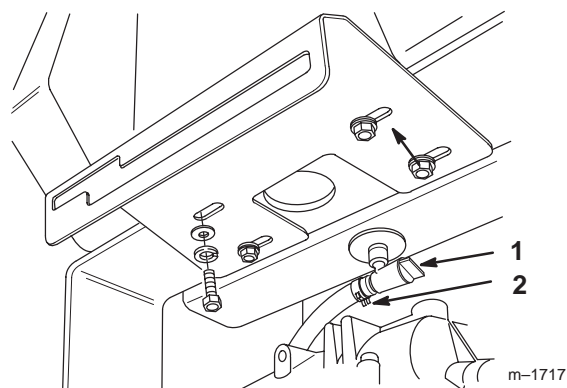

Figure 33
2. Fermez le robinet d'arrivée d'essence sur le réservoir (Fig. 33).
3. Pincez les extrémités du collier de fixation et poussez le collier en haut de la conduite d'alimentation, à l'opposé du robinet d'arrivée de carburant (Fig. 33).
4. Débranchez la conduite d'alimentation du robinet (Fig. 33). Ouvrez le robinet d'arrivée de carburant et laissez l'essence s'écouler dans un bidon agréé ou un bac de vidange.
6. Ouvrez le robinet d'arrivée d'essence sur le réservoir (Fig. 33).